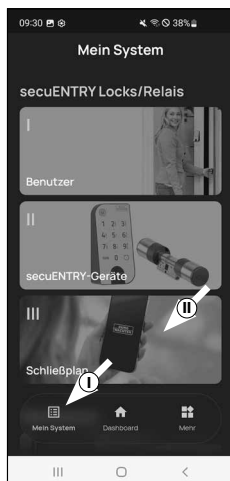

Fig. 1
- 2 Ouvrez le menu « Mon système » (I) (Fig. 1)
- 3 Appuyez sur le quatrième élément du menu « III - Plan de fermeture » (II) (Fig. 1).